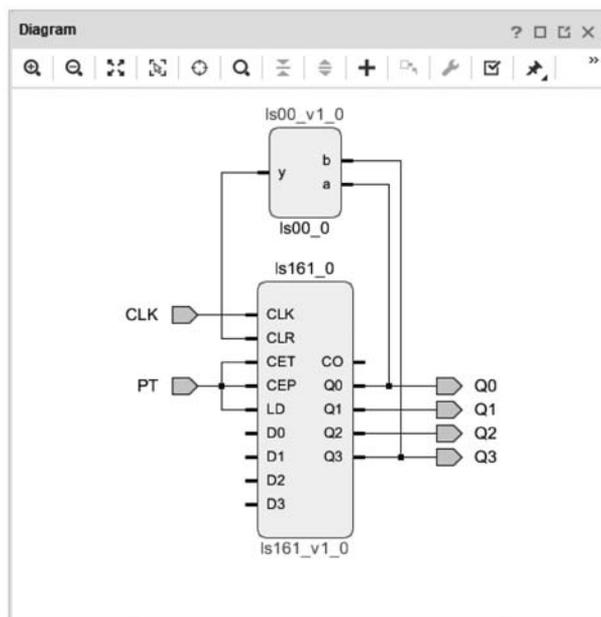
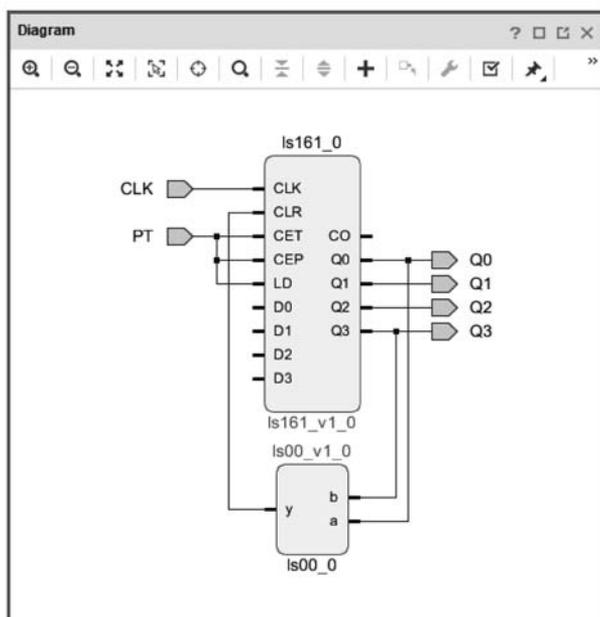

图 3.61 完成后的原理图
图 3.62 执行 Regenerate Layout 后的原理图
(6) 连线完成后的原理图如图 3.61 所示,单击原理图工具栏中的 Regenerate Layout,自动对模块和连线进行优化布局。执行 Regenerate Layout 后的原理图如图 3.62 所示。在完成后将对原理图存盘。